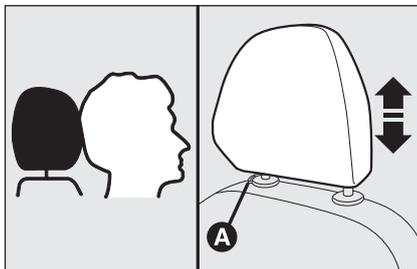

fig. 30
- regulación hacia abajo: pulse la tecla **A**-fig. 30 y baje el reposacabezas.